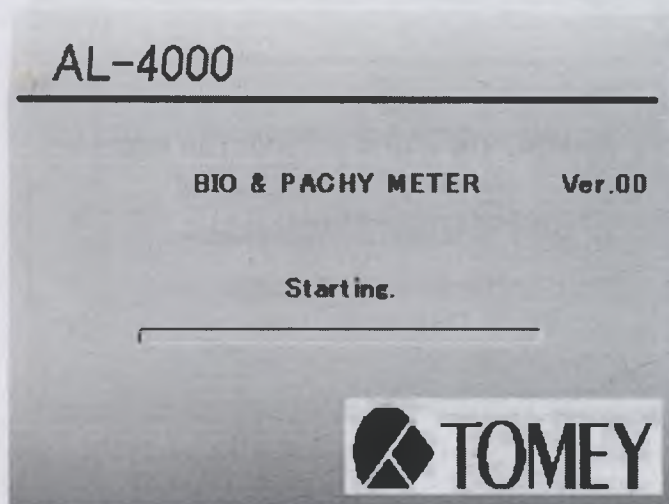

Рис. 2
- 2) На дисплее появляется окно запуска (Рис. 2), которое позволяет вам выполнить настройки. Когда к аппарату одновременно подключены датчик пахиметрии или датчик А-сканирования вместе с биометрическим датчиком, тогда приоритет отдается настройкам того режима, который был рабочим в момент предыдущего отключения питания.